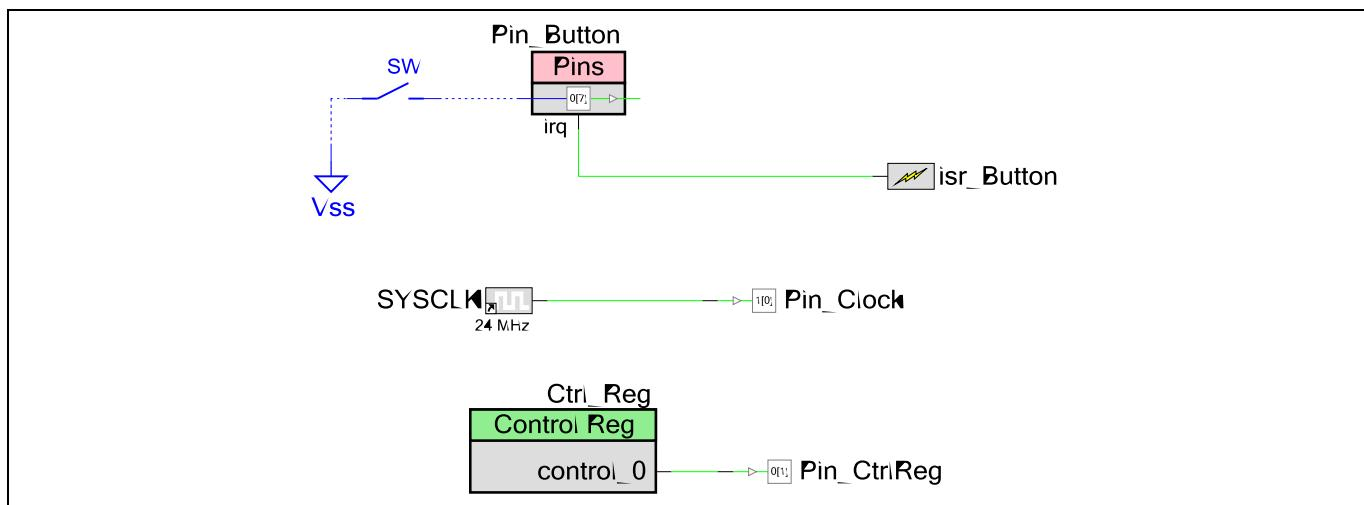

Figure 81 ディープスリープ終了時のグリッチを回避
- Table 10 に示すように各コンポーネントを設定してください。Figure 81 に示すように、コンポーネントを接続してください。